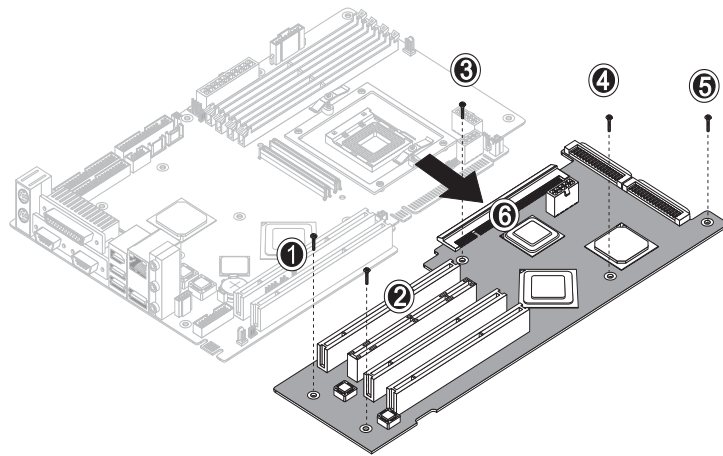

FIGURE 4-27 Desserrage des vis de fixation et retrait de la carte d'extension
7. Retirez les 5 vis de fixation de la carte d'extension au châssis du système (voir le point 1 à 5 de la FIGURE 4-27).
8. Poussez la languette noire en plastique qui dépasse de l'angle arrière et qui se trouve à côté de l'emplacement de la carte PCI (6).